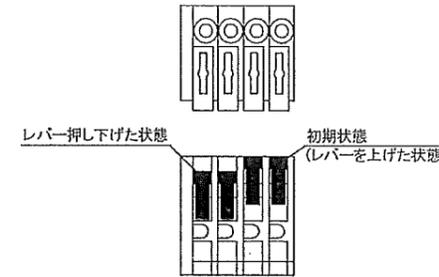

図4 センサ用端子台
① 温度センサは弊社指定のものを必ずご使用下さい。延長する場合は、単線φ0.4~1.2mm、燃線0.2~0.75mmのものをご使用下さい。10mm皮むきされていることを確認して下さい。
② 白いレバーを**ロック**するまで押し下げた状態で、しっかり奥まで挿し込んで下さい。(図4)
③ 白いレバーを上げ、軽く引っ張り抜けないことを確認して下さい。(図4)